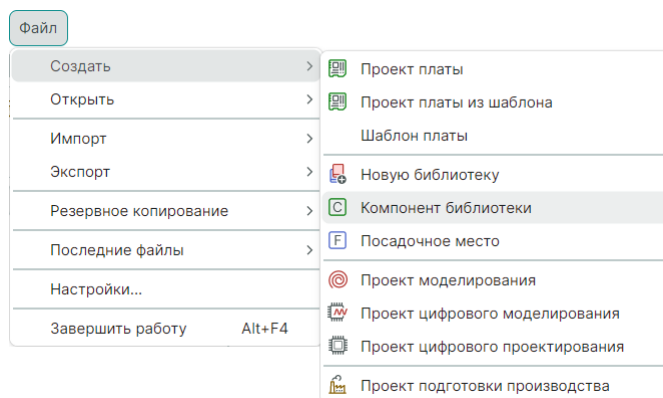

Рис. 198 Создание компонента из главного меню
1. Выберите в главном меню «Файл» → «Создать» → «Компонент библиотеки», см. Рис. 198.